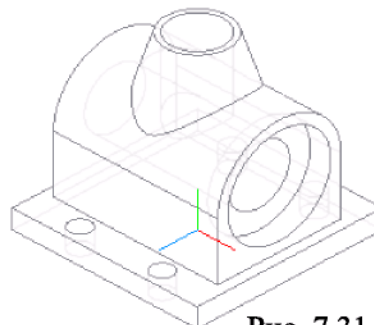

Рис. 7.31
12. Применяем к полученному эскизу команду  **Вырезать выдавливанием**, **На расстояние** - **10** (рис. 7.31).